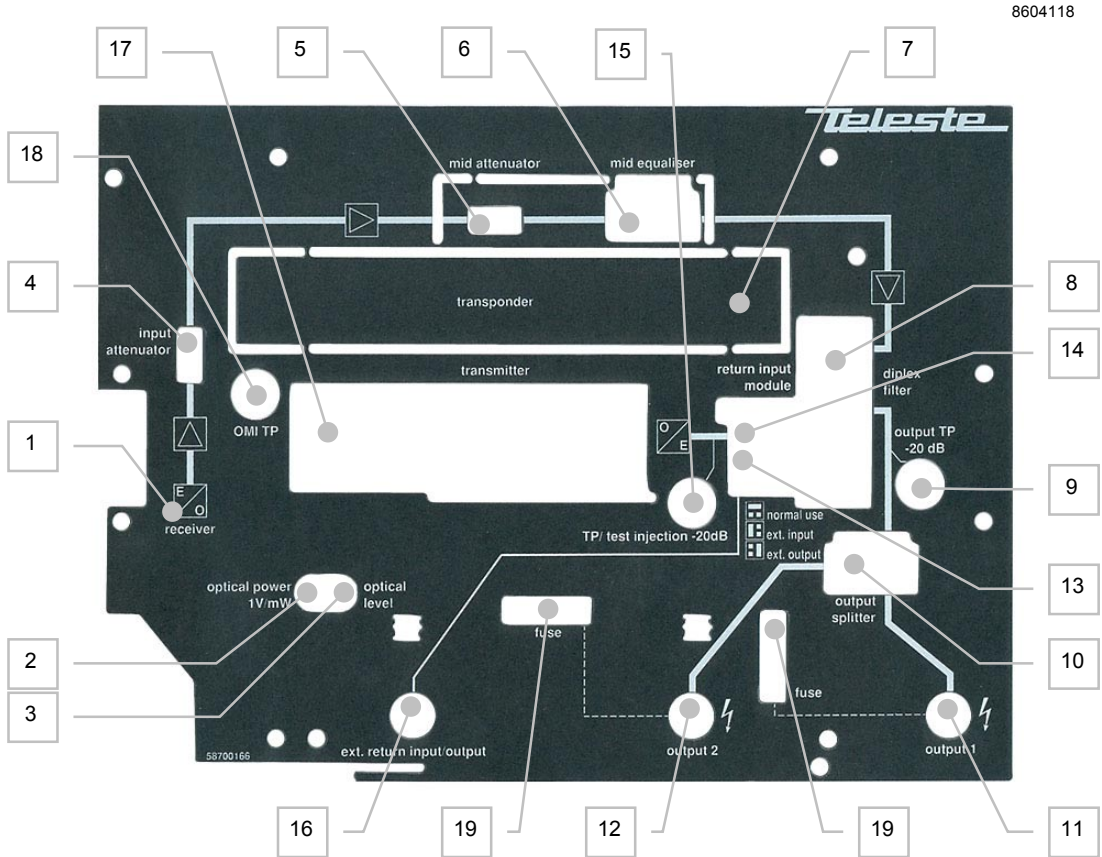

Рис. 7. Расположение вставок на AC800
Напряжение для узла с дистанционным питанием (26...65 В переменного тока или  $\pm 30...90$  В постоянного тока) подается через любой выходной порт (рис. 7 поз. 11, 12) с установленным общим ножевым предохранителем на 15А (рис.7 поз. 19). При дистанционном питании, максимальная величина тока не должна превышать 8.0 А.
Функция внешнего входа обратного канала / выхода (рис. 7 поз. 16) выбирается при помощи переключателя (рис. 7 поз. 13). Переключатель можно установить в три различных положения. Положения могут быть 'обычная работа', 'внешний вход' и 'внешний выход'. Положения переключателя показаны на защитной панели внутри корпуса (см рис. 7). Заводская установка по умолчанию - 'обычная работа'.
Входную оптическую мощность можно узнать измерив напряжение постоянного тока на контрольной точке (рис. 7 поз. 2). Напряжение контрольной точки прямо пропорционально входной оптической мощности в мВт, т.е. 1.0 В соответствует 1.0 мВт оптической мощности. В случае использования длины волны 1310 нм, входная мощность в дБм (Вт) вычисляется по формуле:
На плате установлен светодиодный индикатор (рис. 7 поз. 3), дающий визуальное представление о входной оптической мощности.
3. Установите входной аттенюатор (рис. 7 поз. 4) для получения необходимого уровня ВЧ сигнала. Выпускаются аттенюаторы серии JDA900 с ослаблением от 0 дБ до 20 дБ с шагом 1 дБ. Значение применяемого аттенюатора зависит не только от входного уровня оптического сигнала, но и от типа оптического приемника и Индекса Оптической Модуляции (ОМИ). Более подробная информация приведена ниже в 'Таблице 3. Выбор входного аттенюатора'.
4. Установите межкаскадный аттенюатор (рис. 7 поз. 5) в соответствии с необходимым выходным уровнем. В плане сети должны быть указаны точные значения уровней сигнала. Подробная информация в таблице ниже.
5. Установите межкаскадный эквалайзер (рис. 7 поз. 6) в соответствии с расчетами. В плане сети должны быть указаны точные значения.
8. На этом этапе оптическому приемнику может понадобиться точная подстройка. Для точной подстройки используйте межкаскадный аттенюатор (рис. 7 поз. 5), для достижения расчетного уровня. Перед тем как приступить к точной подстройке, дайте модулю выйти на нормальную рабочую температуру (примерно 10 минут).
Работа с обратным каналом требует применения дуплексер-фильтров (рис. 7 поз. 8) и оптических передатчиков обратного канала (рис. 7 поз. 17) различных номиналов. Дуплексер-фильтр выбирается в соответствии с разработанным частотным планом. Выпускаются следующие модели СХF030 (30/47 МГц), СХF042 (42/54 МГц), СХF050 (50/70 МГц) и СХF065 (65/85 МГц). Возможен заказ узла без обратного канала, при этом дуплексер-фильтры заменяются перемычкой прямого канала (СХF000).
Возможно использование дополнительного фильтра нижних частот (LPF) на обратном канале, который совместно с дуплексер-фильтром обеспечит подавление любых сигналов из прямого канала, которые могут попасть в обратный канал. Фильтр нижних частот (АС621х) вставляется в слот входного модуля обратного канала (рис. 7 поз. 14) и выбирается в соответствии с частотным планом. Слот аттенюатора обратного канала может быть укомплектован блокиратором входа (АС6223). Блокиратор входа отфильтровывает нижнюю часть спектра обратного канала. Низкий уровень внешних шумов гарантирует безопасную работу системы EMS и предотвращает перегрузку лазерных передатчиков обратного канала.